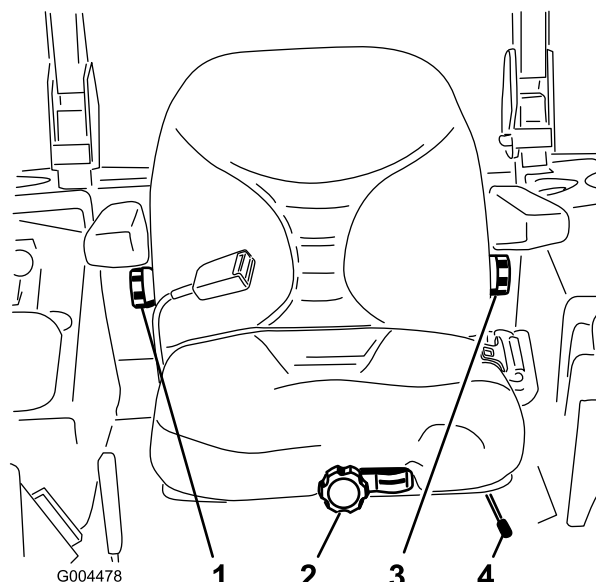

Figura 35
1. Mueva la palanca lateralmente para desbloquear el asiento (Figura 35).
Para ajustarlo, gire el pomo situado debajo del reposabrazos derecho en cualquier sentido hasta encontrar la posición más cómoda (Figura 35).
Para ajustarlo, gire el pomo situado debajo del reposabrazos izquierdo en cualquier sentido hasta encontrar la posición más cómoda (Figura 35).